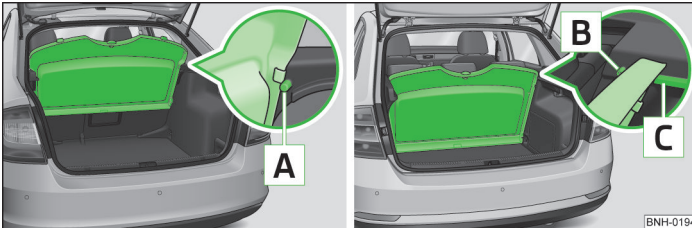

Abb. 64 Parkstellung der Gepäckraumabdeckung: Rapid / Rapid Spaceback
- Rapid: Die ausgebaute Abdeckung zwischen die Rücksitzlehne und den Bolzen **A** » Abb. 64 einschieben.
- Die Gepäckraumabdeckung darf sich beim Einstellen der „Parkstellung“ keinesfalls zwischen dem Bolzen **B** » Abb. 64 und der Rücksitzlehne2) befinden - es besteht die Beschädigungsgefahr der Rücksitzlehne sowie der Gepäckraumabdeckung.